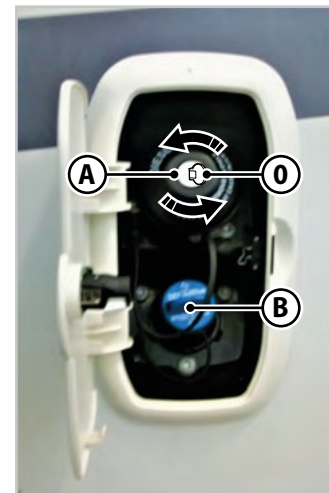

Fig.5.7 - Tapón del depósito de combustible
Para abrir el tapón del depósito de combustible (Fig.5.7):
Para cerrar el tapón del depósito de combustible (Fig.5.7):
Para abrir el tapón (**B** - Fig.5.7) del aditivo AD-BLUE, gire el tapón a la izquierda y tire de él. Luego, puede repostar. Para cerrarlo, realice la operación inversa.
1. Tire, en el sentido de la flecha, de la palanca **A** (Fig.5.7 y Fig.5.8, varía según el tipo de vehículo), situada a la izquierda de la columna de dirección.